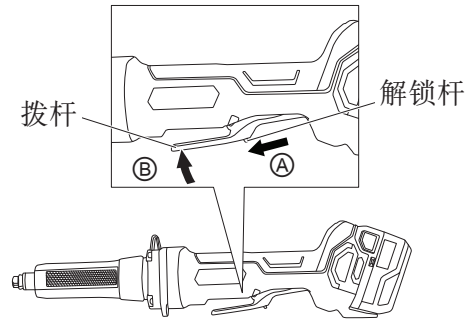

图 13
## &lt;GP18DB&gt; (图 13)
如要打开磨光机，请沿①方向滑动解锁杆，然后沿②方向按下拨杆，如图13所示。松开拨杆便可将其关闭。